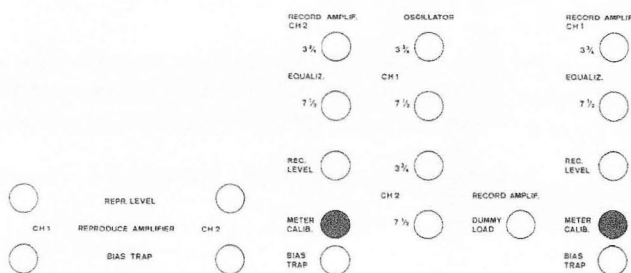

Bild 6.6.-75
- Mit den Einstellreglern METER CALIB. ( Bild 6.6.-75 ) CH I und CH II, VU-Meter Anzeige 0 dB ( 100 % ) einstellen.